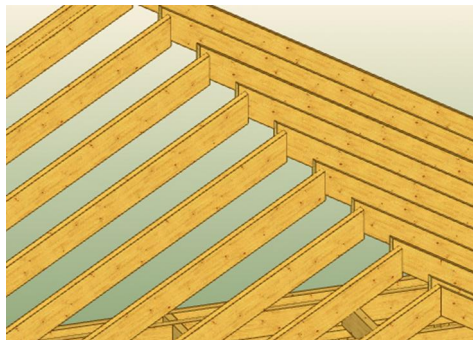
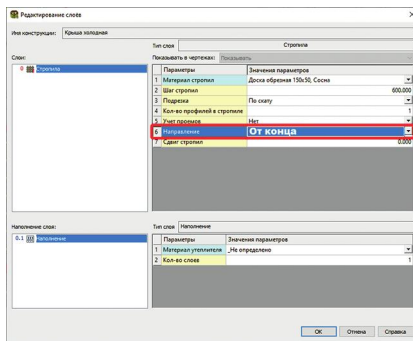

рис. 71
рис. 72
8. При помощи колесика мыши сделаем изображение крупнее. При ближайшем рассмотрении стропильной конструкции скатов видим, что стропила одного ската не стыкуются со стропилами другого ската, так как находятся в разных плоскостях (рис. 71). Для того чтобы исправить ситуацию, выберите команду **Каркас/Крыша/Изменить параметры ската** и укажите один из скатов (всё равно, какой). Затем в появившейся карточке (рис. 72) нажмите кнопку **Слой** и в поле **Направление** поменяйте значение: если там стоит **От конца**, то выберите **От начала** и наоборот. Нажмите **ОК**.